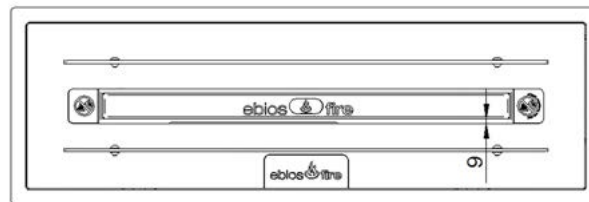

Abb. 10 Luftspalt ca. 9 mm (ohne Abdeckblech)
- Schließen Sie die Gehäuseabdeckung der Quadra Inside. Bitte beachten Sie die korrekte Platzierung, so dass sich zwischen Gehäuseabdeckung und Flammenbereich ein gleichmäßiger (siehe Abb. 10, 11 und 12) Luftspalt befindet, damit eine ausreichende Luftzufuhr gewährleistet wird. Andernfalls kann es zu Verruungen der Gehäuseabdeckung und einem ungleichmäßigen Flammenbild kommen.